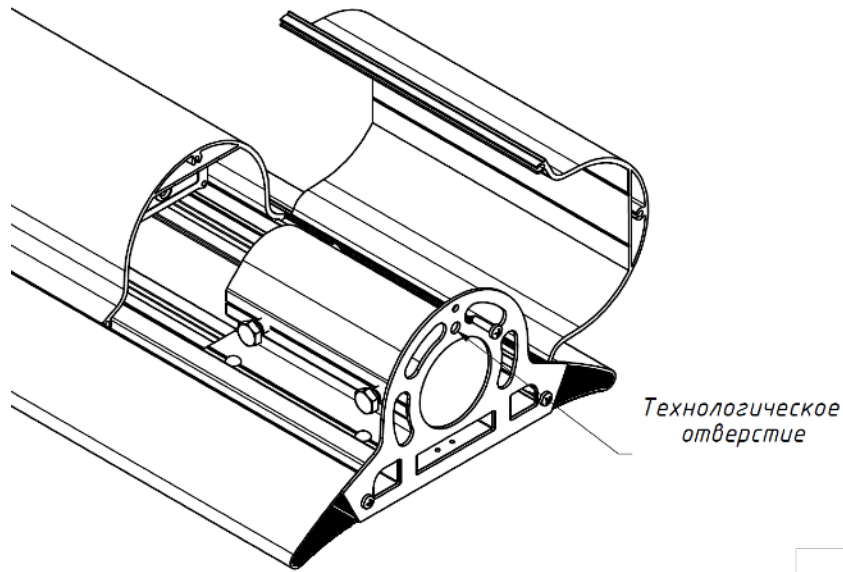

Рис. 2. Отсек для монтажа светильника
3.2. Выкрутить верхний винт (штифт PH2) в задней заглушке, как показано на Рис. 2, открыть защитную крышку (вставив отвертку в технологическое отверстие и надавить до расфиксации крышки с корпусом).